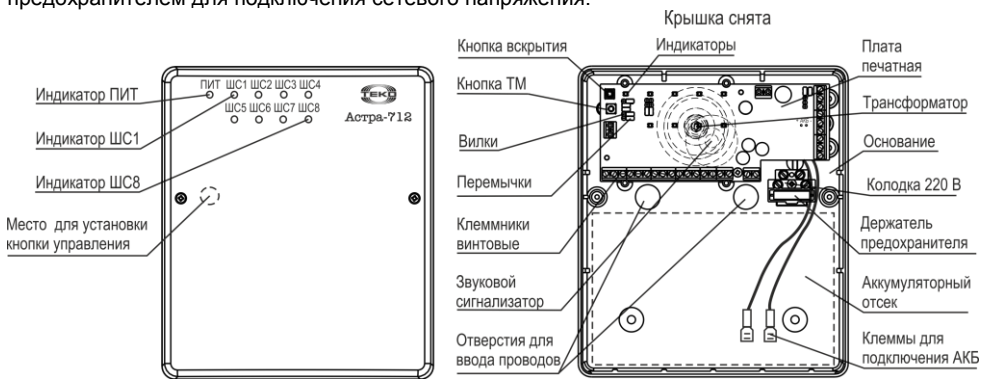

Рисунок 1
7.1 Конструктивно прибор выполнен в виде блока со съёмной крышкой (рисунок 1). Внутри блока установлена печатная плата с радиоэлементами, сетевой трансформатор и колодка с предохранителем для подключения сетевого напряжения.